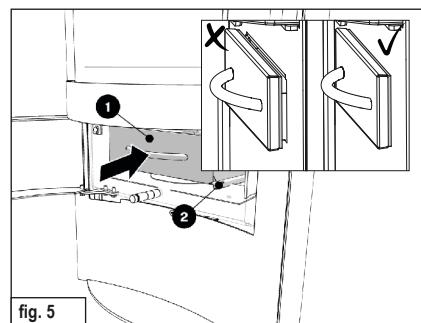

fig. 5
- ▶ Plaats de afdekking terug (2) (fig. 5).
- ✓ Schuif de aslade (1) terug in de opening, zodanig dat deze goed tegen de afdichting aanligt (fig. 5).